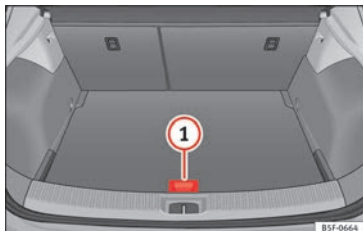

Fig. 183 Bagagliaio: piano variabile
- Sollevare il piano variabile con la maniglia » fig. 183 ①, tirarlo e spingere verso lo schienale dei sedili posteriori finché la parte mobile del piano non si appoggia sullo stesso.